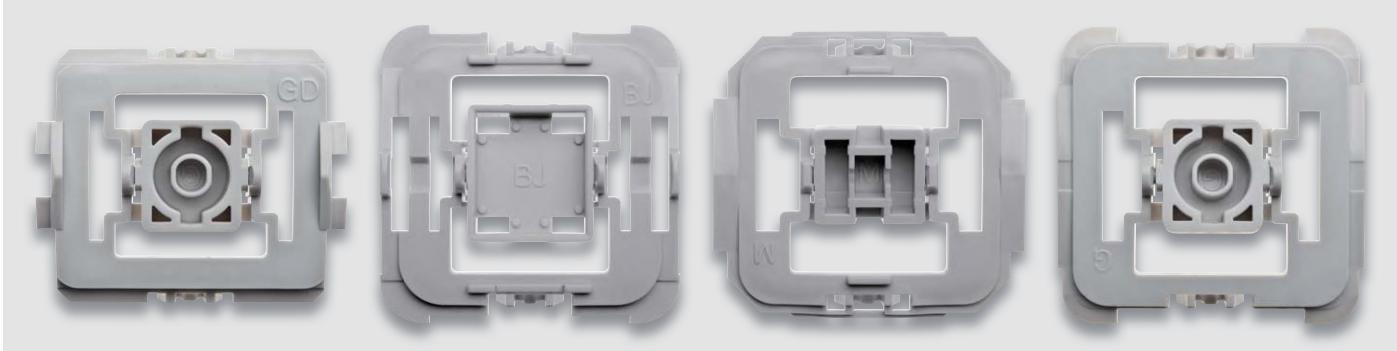

Bild 1: Einige Beispiele der zu den verschiedenen Installationsserien passenden Wippenadapter
toren bieten nämlich die Möglichkeit, sie völlig frei in die vorhandene Installationstechnik zu integrieren, indem man sie z. B. einfach gegen einen vorhandenen Lichtschalter austauscht. Denn zur Anpassung an die vorhandene Installationsserie benötigt man lediglich noch einen auf den Aktor aufzusetzenden Wippenadapter (Bild 1), und schon kann man einfach die vorhandene Schaltwippe weiter nutzen – der Aktor verschwindet völlig unsichtbar dahinter, man muss weder Schaltwippe, noch Rahmen, noch die Farbe wechseln. Diese Wippenadapter sind für nahezu alle gängigen Schalterserien verfügbar, sodass man nicht an eine bestimmte Serie gebunden ist. Einige Voraussetzungen am Montageort sind das Vorhandensein einer Schalterdose (der Aktor benötigt nur 32 mm Einbautiefe) und des N-Leiters zusätzlich zur Phase (L).